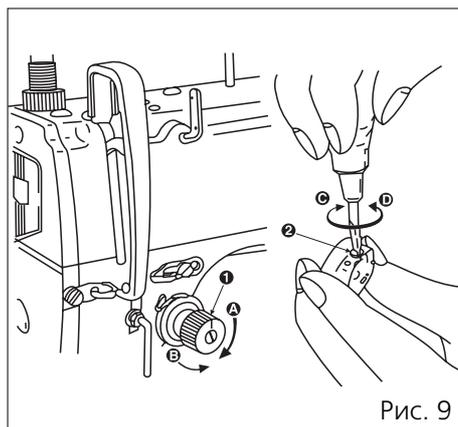

Рис. 9
- 1). Отрегулируйте натяжение игольной нитки с помощью регулировочной гайки (1) рис.9, в соответствии со спецификой шитья.
- 2). При повороте гайки (1) по часовой стрелке (в направлении A) натяжение игольной нитки увеличится.
- 3). При повороте гайки (1) против часовой стрелки (в направлении B) натяжение игольной нитки уменьшится.